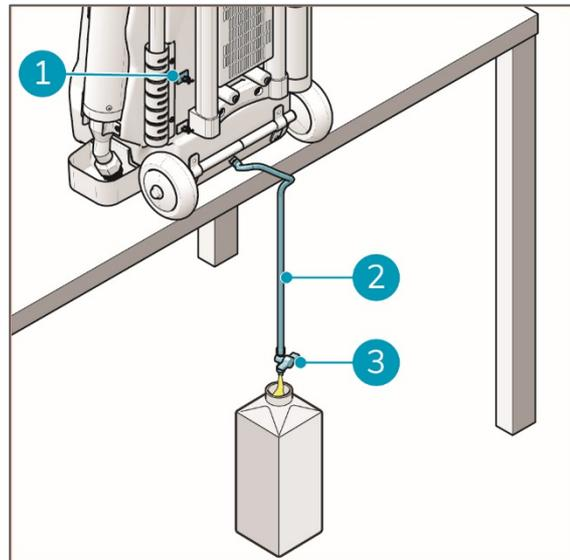

Figura 27
2. Solte o tubo de drenagem (figura 27, posição 2) através dos cliques (figura 27, posição 1).
5. Abra a torneira (figura 27, posição 3).
6. Quando o reservatório estiver vazio, feche a torneira (figura 27, posição 3).
8. Volte a colocar o tubo de drenagem (figura 27, posição 2) utilizando os cliques (figura 27, posição 1).